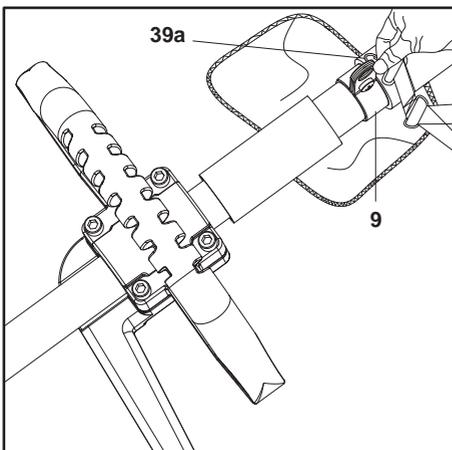

Fig. 25
3. Ajuste la longitud del arnés (39) de forma que el clip de sujeción (9a) quede aproximadamente 15 cm por debajo de su cintura.
4. Fije el clip de sujeción (39a) al lazo del gancho para colgar (9) (Fig. 25).